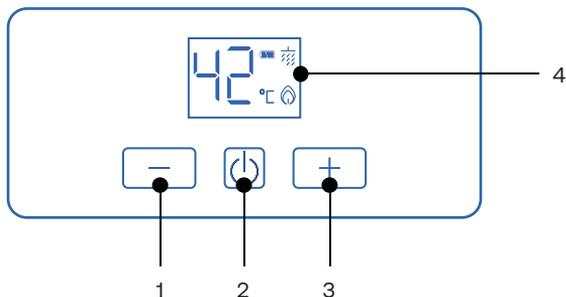

Рис.1
- ♦ После стабильного функционирования водонагреватель использует клавиш для регулирования температуры/охлаждения (Рис. 1), чтобы установить оптимальную температуру горячей воды.